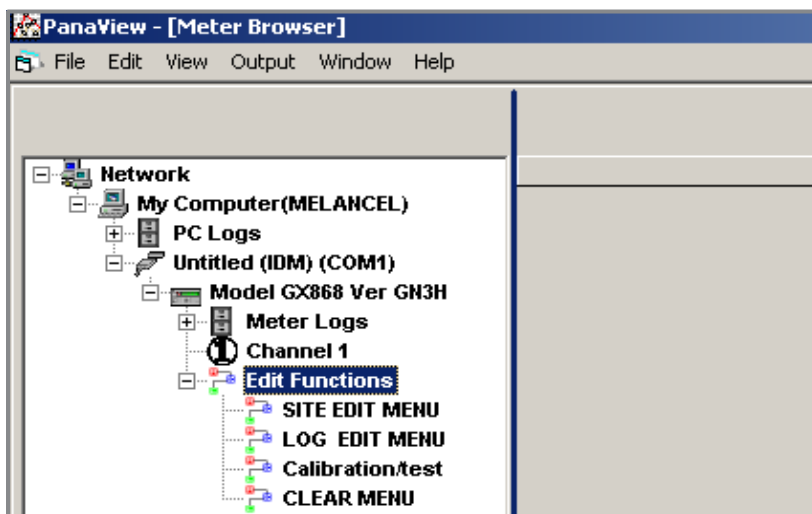

Рисунок 38: Дерево расходомера с пунктом *Edit Functions* (Редактирование функций)
- Выделите и дважды щелкните нужный пункт в левой области. На рис. 38 показан первый пункт (Transducer Number) в разделе Pipe Parameters (Параметры трубопровода). В строке заголовка над центральной областью указан выбранный параметр. В самой центральной области отображаются доступные настройки для этого параметра.